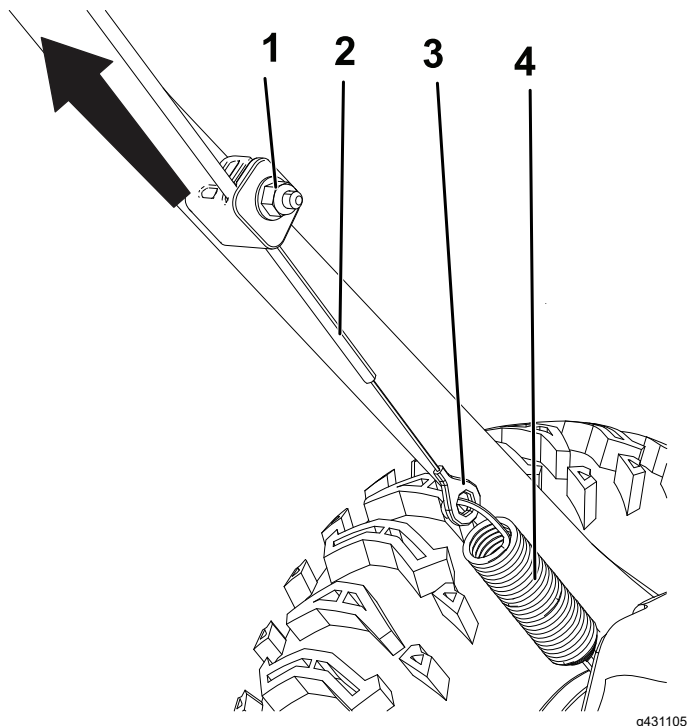

Figura 20
1. Allentate il dado sul serrafilo per cavi inferiore ma non rimuovetelo (Figura 20).
2. Tirate il cavo verso l'alto e rimuovete un po' dell'allentamento (Figura 20).
3. Tenete il cavo in posizione e serrate il dado (Figura 20).